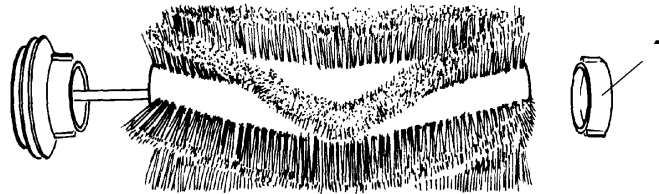

fig.20
10. Saque el eje (1 fig.20) y desmonte el grupo.
11. Sustituya todo invirtiendo la operación, usando un cepillo nuevo y asegurándose de que la dirección del cepillo sea correcta, como se muestra en la figura 19 e fig. 20.